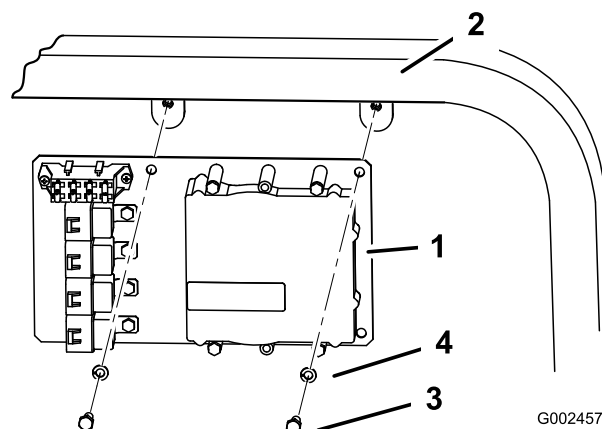

図 9
A. マルチプロ 1200 と 1250 では、ボルト (5/16 x 3/4 インチ) 2 本とロックワッシャ (5/16 インチ) 2 枚を使って 図 9 のように取り付ける。